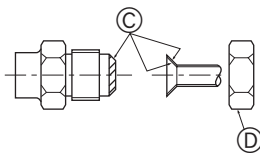

Fig. 5-6
5.5. Соединение труб (Fig. 5-6)
- Нанесите тонкий слой масла хладагента на контактную поверхность труб и соединений перед тем, как затягивать гайку с фланцем. ④
- Для затягивания трубных соединений используйте два гаечных ключа. ⑤
- Нанесите машинное масло охлаждения на всю поверхность области присоединения муфты. ⑥
- Использование гайки раструбного стыка. ⑦
- ④ (Fig. 5-6)
- ⑤ (Fig. 5-6)